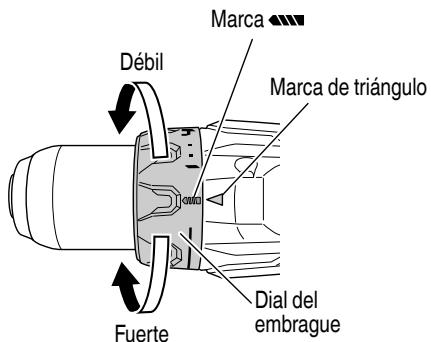

Fig. 11
## 6. Confirmar la posición del dial del embrague (Ver la Fig. 11).
- (2) Indicación del par de apriete (Consulte la Fig. 11, 13)
- (3) Ajuste del par de apriete (Consulte la Fig. 11, 13)